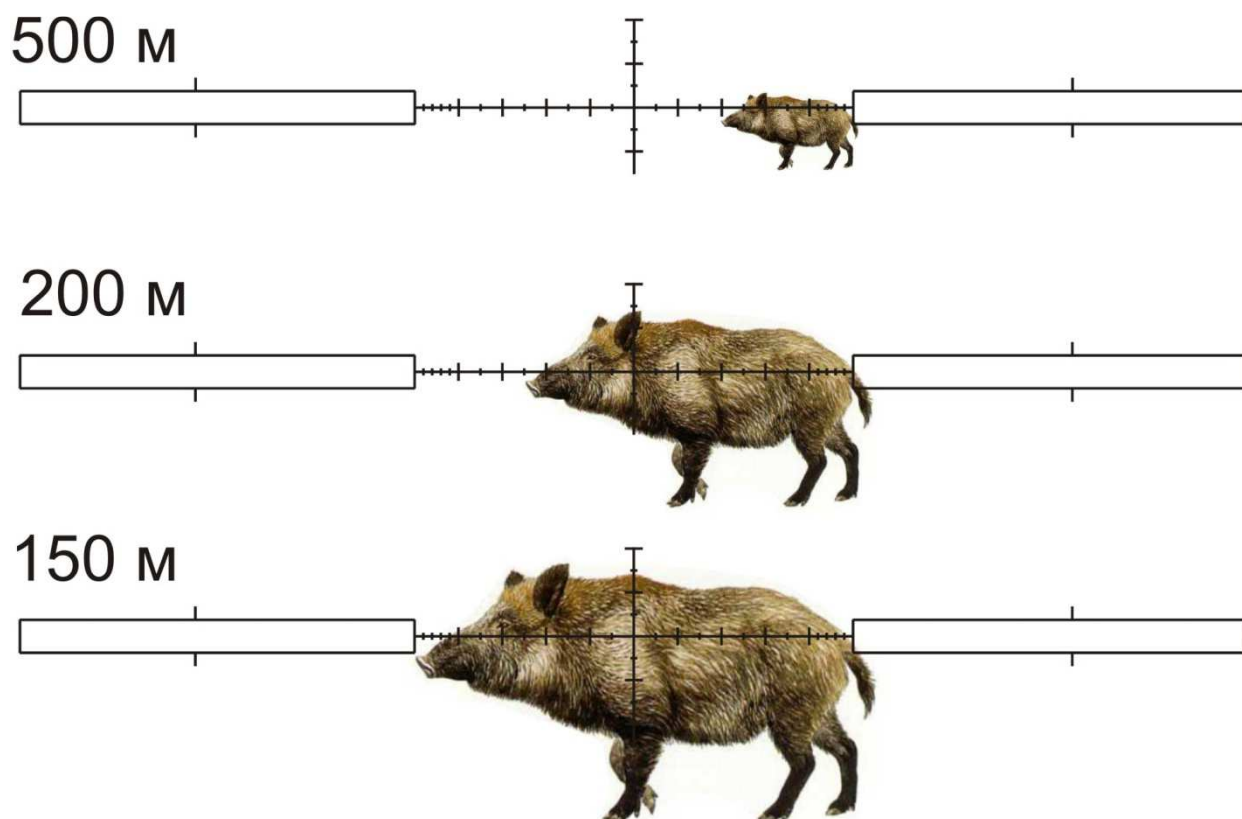

Рис. 3. (см. также таблицу 6)
- 3) Поместите перекрестье прицела так, чтобы одна сторона цели по высоте оказалась на риску Mil Dot (см. рис. 3),
На рис. 3 представлен пример оценки расстояния до кабана трофейной длины 1.5 м по сетке Mil Dot.
(*) – смотри соответствие на рис. 3.